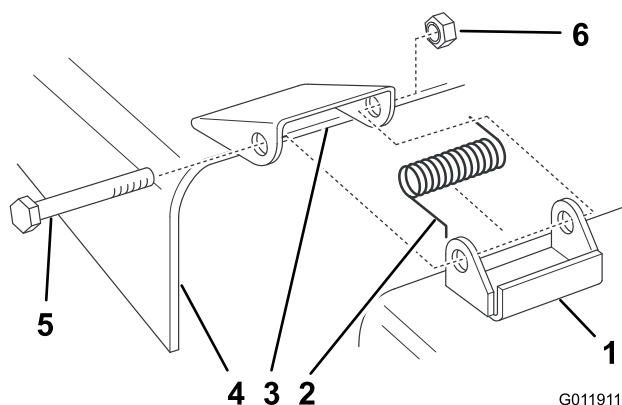

Figura 3
1. Coloque los muelles en los soportes del cortacésped con los extremos doblados enganchados en la parte trasera elevada (Figura 3).
2. Alinee el deflector de hierba con los taladros del soporte y con los extremos rectos del muelle en el espacio que hay debajo de la bisagra y encima del deflector (Figura 3).
3. Sujete el deflector al soporte pasando pernos por el deflector de hierba, los muelles y los soportes. Sujételos con las contratuercas (Figura 3).